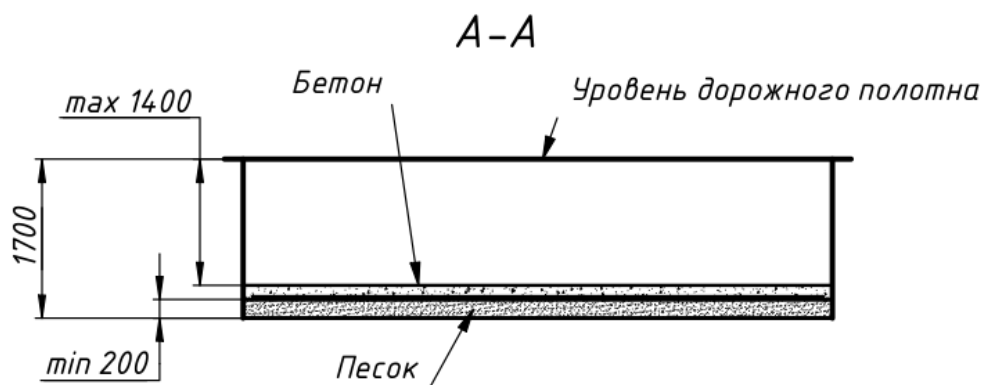

Рис.2
1.2.1. Произвести разметку и выемку грунта в месте установки блокиратора. (рис. 2).
1.2.3. Выложить армирующую сетку в 1 слой с шагом не более 250 мм (для основания высотой 150 мм) из арматуры с \varnothing не менее 16 мм. Залить котлован бетоном, обеспечив горизонтальную плоскость на глубине не ниже 1400 мм от поверхности дорожного полотна. Использовать бетон марки М300 и выше. Дальнейшие работы производить после полного застывания бетона. (рис.2)